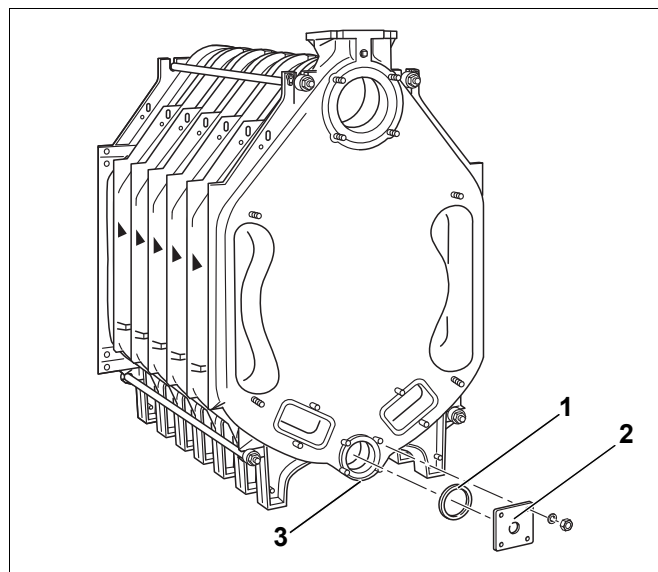

Рис. 26 Установка фланца
- ▶ Закройте спереди и сзади нижнюю ступицу котла (рис. 26, [3]). Для этого нужно уложить соответствующее уплотнение (рис. 26, [1]) на ступицу котла и установить глухой фланец со стороной 110 мм. Фланец с резьбовым отверстием (R 3/4) для наполнения и слива (рис. 26, [2]) устанавливается на задней стороне котла.